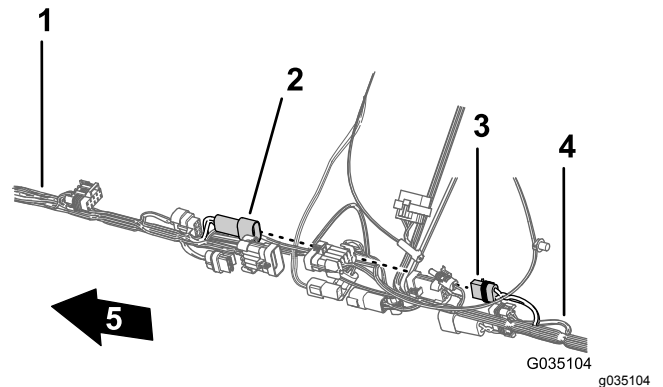

Bild 90
- Stecken Sie den 2-Stift-Stecker des vorderen Kabelbaums für den Schlauchtrommelstrom in den 2-Buchsen-Stecker des hinteren Kabelbaums für den Schlauchtrommelstrom (Bild 90).